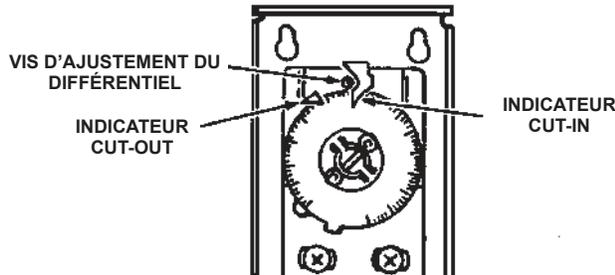

FIGURE 2. AUTO RÉINITIALISATION LIMITEUR
Le limiteur est un dispositif de sécurité câblé en série avec le système d'allumage. Régler la limite supérieure à environ 55 °C (100 °F) au dessus de la température de système désignée maximum. Si la température d'eau de sortie de la chaudière dépasse le réglage du limiteur, le régulateur de gaz principal se fermera mais la pompe de circulation continuera de fonctionner. Le réglage ajustable maximum est une coupure à 115 °C (239 °F) avec un différentiel ajustable de 30 °C (86 °F) to 250 °C (482 °F), voir Figure 2.
1. Réinitialiser le limiteur de température élevée au réglage le plus bas. (Voir Figure 2 à la Page 7).